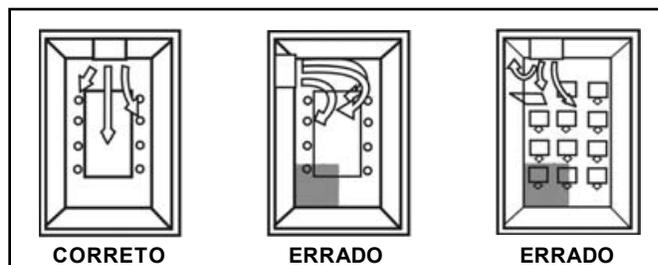

FIGURA 9 - POSIÇÃO DA UNIDADE EVAPORADORA NO AMBIENTE
- A posição da unidade deve ser tal que permita a circulação uniforme do ar em todo o ambiente (figura 9).